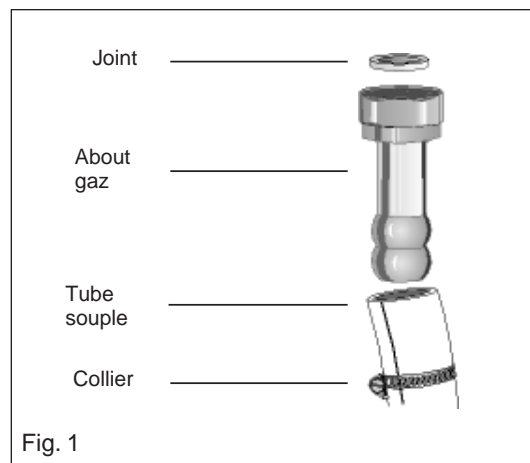

Fig. 1
- Veillez à l'enfoncer suffisamment et à le **fixer avec un collier** (figure 1).